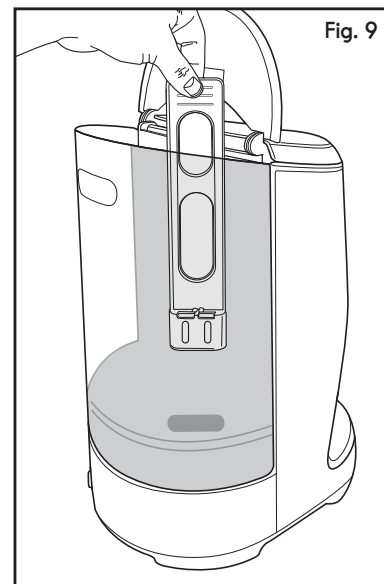

Fig. 9
11. Abrir el porta-filtro de agua, retirar el filtro de carbón usado, y reemplazar por uno nuevo de medida y forma iguales, como se muestra en la Fig. 9.